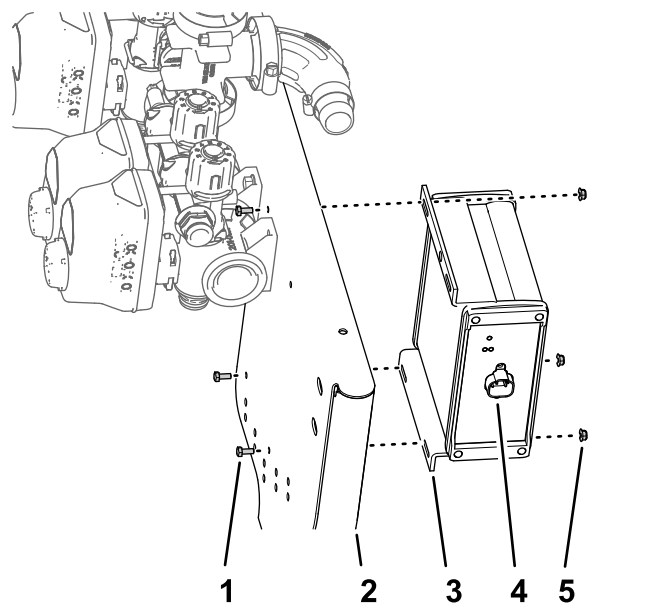

Figura 98
1. Allineate il controller dell'irroratrice ASC 10 sul lato anteriore del supporto della valvola con il connettore a 4 pin verso l'esterno (Figura 98).
2. Montate il programmatore dell'irroratrice sul supporto della valvola (Figura 98) con i 3 bulloni (3 x 10 mm) e 4 dadi di bloccaggio flangiati (4 mm).